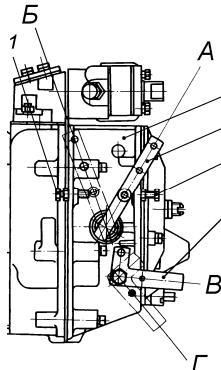

Рис. 50. Регулятор частоты вращения:
13. Установив рычаг регулятора в положение "Г" (рис. 50) выключенной подачи топлива, в течение 10-15 секунд проворачивать стартером коленчатый вал двигателя и по показаниям манометра определить наличие давления масла в центральном масляном канале. Включатель привода вентилятора должен находиться в положении «А» – автоматическое. При наличии давления можно пускать двигатель.
Рычаг 5 (рис. 50) останова регулятора установить в положение "В" включенной подачи топлива, а рычаг 3 управления регулятором – в положение "А", соответствующее минимальной частоте вращения.
1. Подготовить двигатель к пуску как указано выше. Рычаг 5 (рис. 50) останова регулятора установить в положение "B" включенной подачи топлива, а рычаг 3 управления регулятором повернуть в среднее положение.